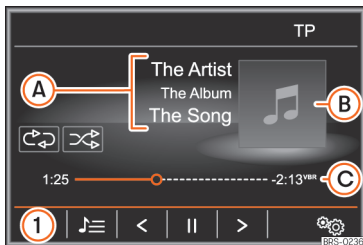

Abb. 204 Hauptmenü MEDIA.
- Drücken Sie die Infotainment-Taste **MEDIA**, um das Hauptmenü Media » Abb. 204 zu öffnen.